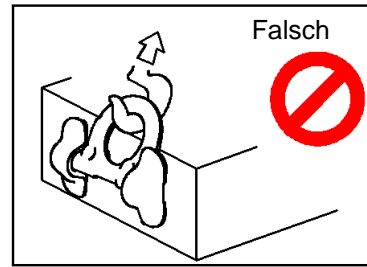

Abbildung 2
- Partielle Last anwenden und angemessene Ausrichtung prüfen. Es sollte sich keine Störung zwischen Last (Werkstück) und Anschweißlastring befinden (Abbildung 2).